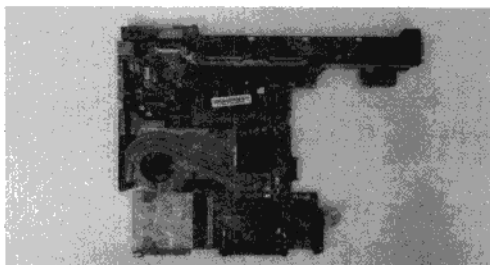
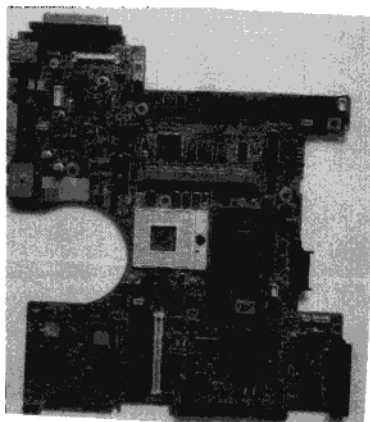

图 1-7 拆 CPU 风扇
图 1-8 取下主板
7. 拆支架，拆 CPU 风扇（如图 1-7 所示），取下主板（如图 1-8 所示）。